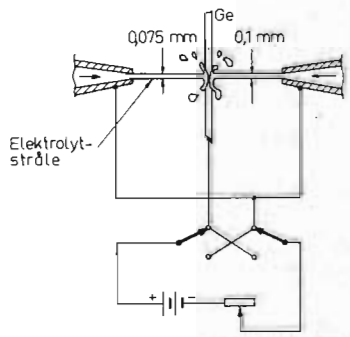

Fig. 6. Tillverkning av »surface-barrier»-transistor.
Sedan man i högre grad lärt sig behärska de preparativa halvledarproblemen har skikttransistorernas höghfrekvensegenskaper förbättrats. Man har framför allt lyckats framställa transistorstrukturer med mycket tunna och likformiga basskikt. Exempelvis har *Philco* (5) utarbetat en elektrolytisk etsnings- och utfällningsprocess, som möjliggör massproduktion av transistorer med en bastjocklek av ca $5 \mu \pm \pm 5\%$. Dessa s.k. *surface-barrier-transistorer* (SB-transistorer) har en α -gränshfrekvens av ca 50 MHz, f_{osc} . Tillverkningsmetoden för SB-transistorer antyds i fig. 6.